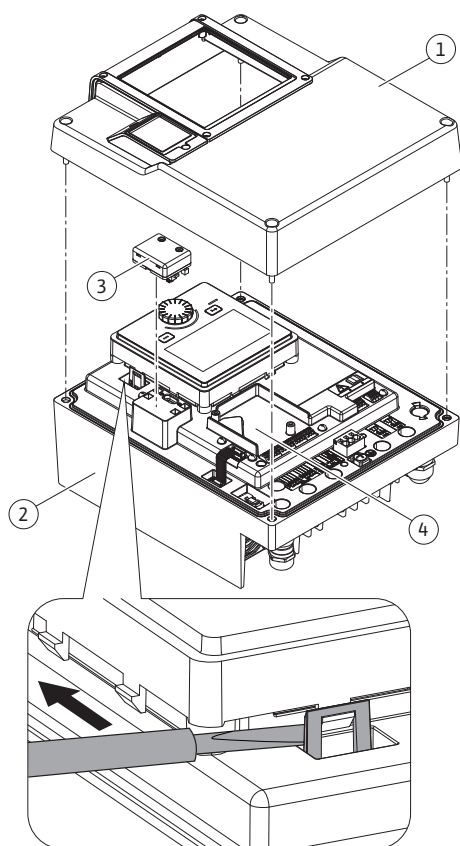
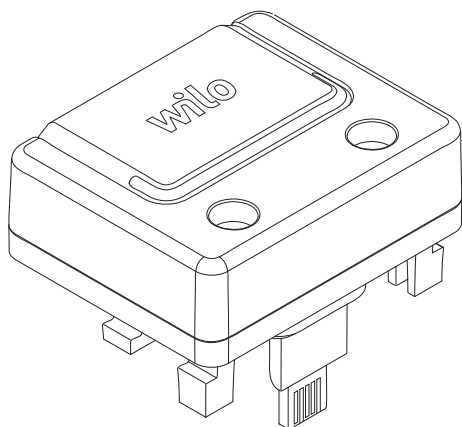

Fig. 26: Elektronički modul
Fig. 27: Wilo-Smart Connect modul BT
Bluetooth sučelje Wilo-Smart Connect modula BT (Fig. 26, poz. 3 i Fig. 27) služi za povezivanje s mobilnim krajnjim uređajima kao što su pametni telefon i tablet. U aplikaciji Wilo-Assistant nalazi se funkcija Wilo-Smart Connect. Uz pomoć funkcije Wilo-Smart Connect pumpa se može upotrebljavati i namjestiti te se mogu očitati podaci pumpe. Za postavke vidi poglavlje „Puštanje u pogon“ [► 43].
1. Otpustite četiri vijka gornjeg dijela elektroničkog modula (Fig. 26, poz. 1; Fig. 1, poz. 2).
3. Wilo-Smart Connect modul BT utaknite u predviđeno sučelje Wilo-Connectivity Interface. Vidi Fig. 26, poz. 3.
CIF moduli (dodatna oprema) služe za komunikaciju između pumpi i automatskog upravljanja zgradom. CIF moduli utaknuti su u elektronički modul (Fig. 26, poz. 4)